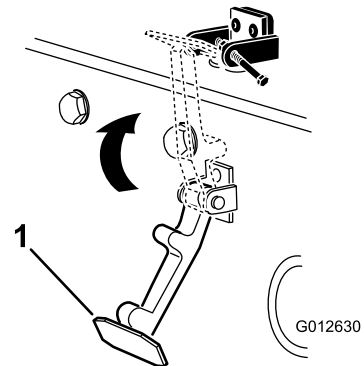

Figura 9
7. Enganche el cierre en el cerradero del capó (Figura 9).